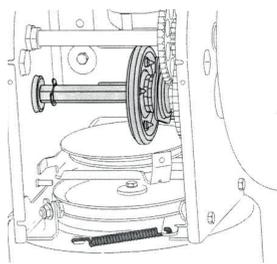

Рисунок 23
2. Нанесите тонкий слой всепогодной универсальной консистентной смазки на вал. См. Рисунок 23.